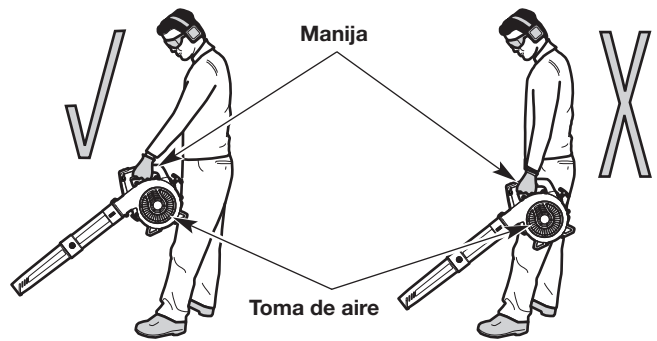

Fig. 8
- Párese en la posición de arranque (Fig. 8). Párese derecho. No se incline sobre el aparato.
- Sostenga la unidad delante y separada del cuerpo (Fig. 8).
ADVERTENCIA: A fin de evitar que se produzcan lesiones graves o daños a la unidad, **NO** sostenga la unidad en su costado (Fig. 8). El motor puede estar muy caliente. **NUNCA** bloquee la toma de aire.